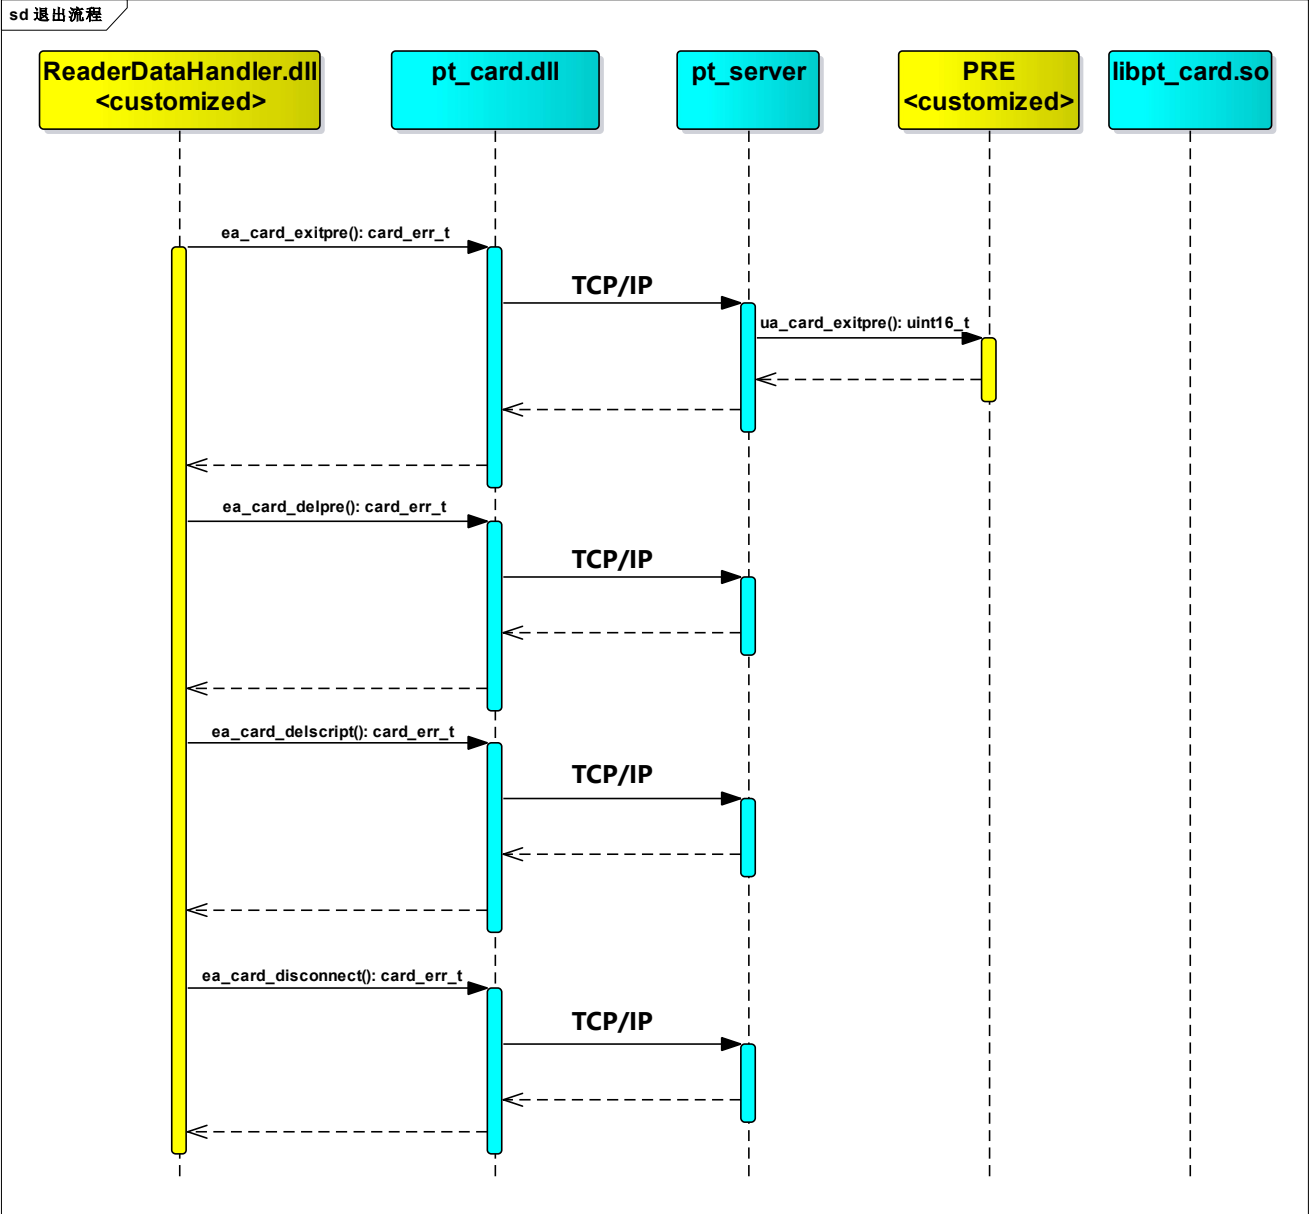

图 3.6 退出流程
- 退出流程：用户程序通过调用 pt\_card.dll 的接口函数完成断开读写器连接等操作，如图 3.6。